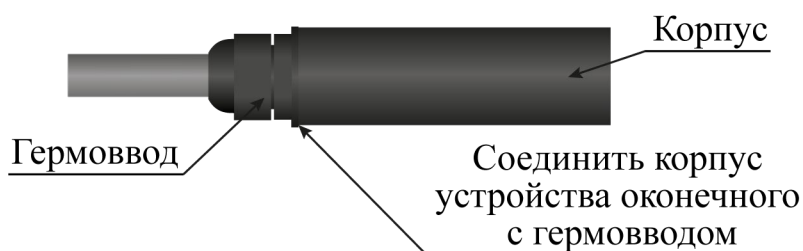

Рисунок 4.30
- навернуть корпус устройства оконечного на гермоввод до упора, не допуская проворачивания экрана относительно кабеля внутри устройства оконечного (рисунок 4.30);